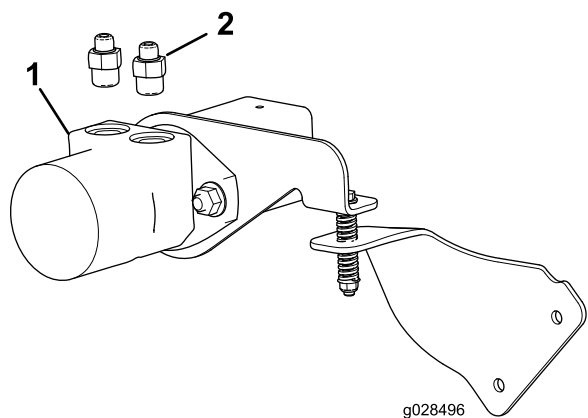

Bild 3
4. Montieren Sie die zwei Hydraulikananschlussstücke (5/8") am Hydraulikmotor, wie in Bild 3 abgebildet.
5. Montieren Sie die 90-Grad-Anschlussstücke an den zwei Hydraulikschläuchen an den zwei geraden Anschlussstücke (Bild 3), bis sie mit der Hand angezogen sind.
6. Befestigen Sie eine Steckerschnellkupplung am anderen Ende jedes der zwei Hydraulikschläuche (Bild 3).